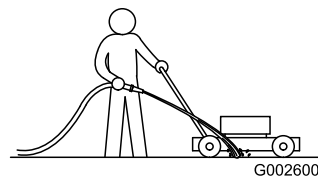

Рисунок 32
- Установите газонокосилку на ровную поверхность с твердым покрытием, и при работающем двигателе направьте струю воды на пространство перед **правым** задним колесом (Рисунок 32).